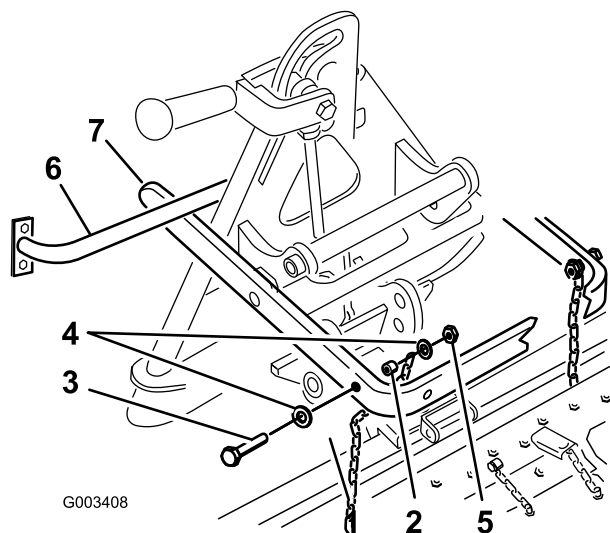

Figura 6
conjunto del bastidor trasero de la unidad de tracción (Figura 6).
Siempre levante y mueva el accesorio usando el asa situada en la parte trasera del adaptador de accesorios (Figura 6).
5. Sujete el eslabón superior de cada cadena al interior del brazo de elevación usando un perno (3/8 x 2-1/2 pulgadas), 2 arandelas (3/8 x 7/8 pulgada), un espaciador, y una contratuerca (3/8 pulgada) (Figura 6).